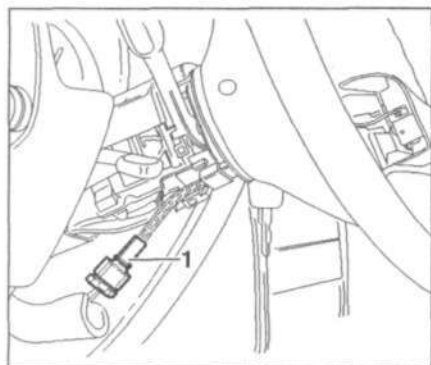

Рис. 10.2. Отсоедините разъем проводки (стрелка).
4. Отсоедините разъем проводки (стрелка) (рис. 10.2).